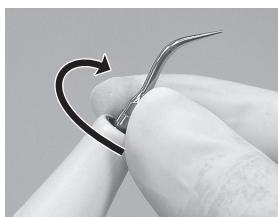

Fig.2
- 1) Tournez légèrement l'insert de la main, puis installez-le. (Fig. 2).